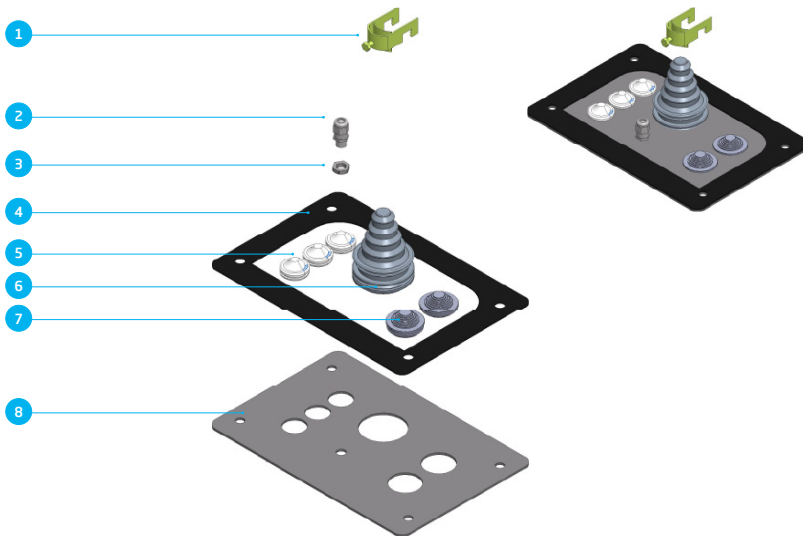

Figure 5 : vue d'ensemble de l'assemblage du fond
- d. Coupez le passe-câble pour l'adapter de manière à ce qu'il saisisse fermement le câble d'alimentation et guidez le câble d'alimentation à travers la plaque de base, qui est installée dans la borne de recharge. Tirez le câble d'alimentation vers l'extérieur de la borne de recharge pour installer la décharge de traction (voir figure 5).